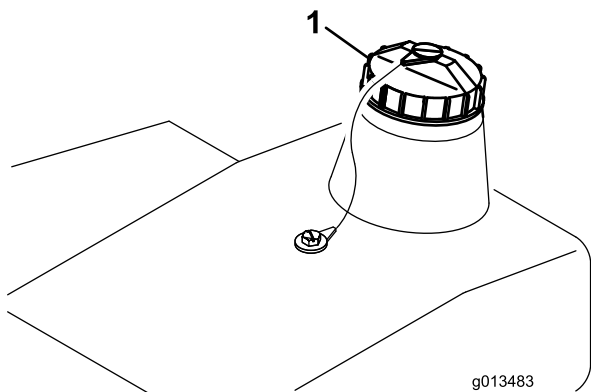

Bild 12
1. Säubern Sie den Bereich um den Deckel des Hydraulikölbehälter, damit keine Fremdkörper in den Tank gelangen (Bild 12).